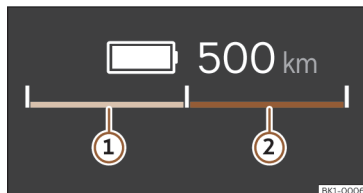

Fig. 21 No cadro de instrumentos dixital: indicador de potencia (representación esquemática).
Usando a barra dividida pola metade, o indicador de potencia amosa permanentemente a dispoñibilidade de recuperación da enerxía de freada >>> **fig. 21** ① (verde) no lado esquerdo e a dispoñibilidade de propulsión >>> **fig. 21** ② (azul) no lado dereito.